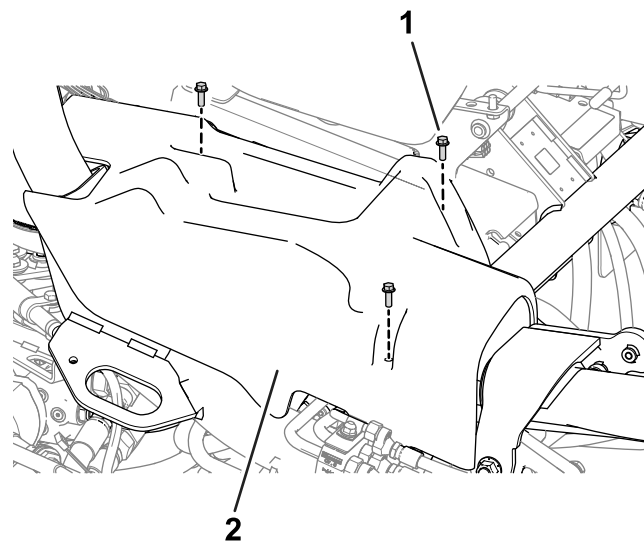

図 10
4. マシン本体から右側カバー(図 10)を取り外す。
8. マシンに右側カバーを取り付ける (図 10)。